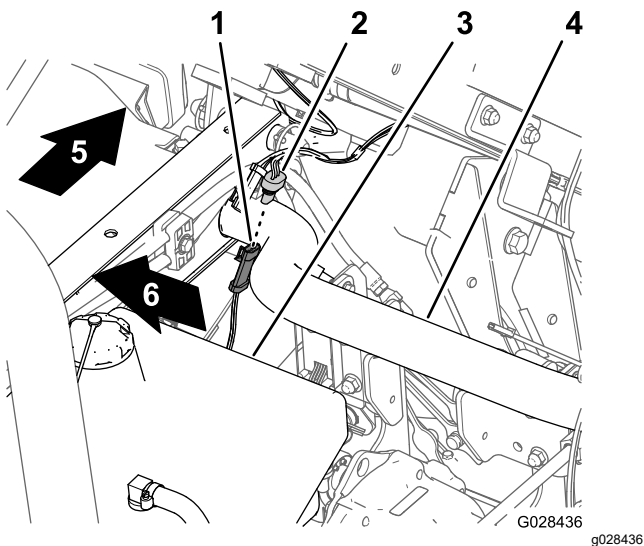

Figura 17
- Na cablagem do pulverizador, localize o conector de três tomadas para o circuito do sensor de velocidade (Figura 17).
- Ligue o conetor de três pinos da cablagem da máquina para o sensor de velocidade ao conetor de três tomadas da cablagem do pulverizador para o sensor de velocidade (Figura 17).